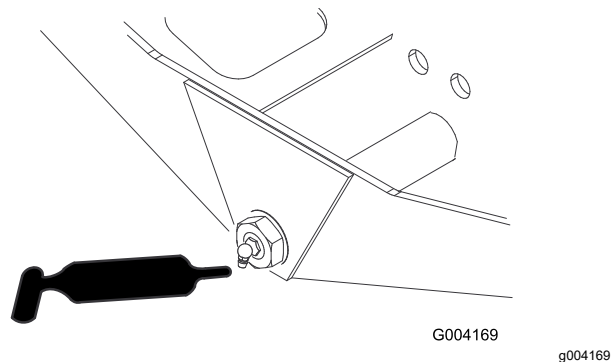

Рисунок 68
- Ось поворота моста (1 шт.) — Рисунок 68